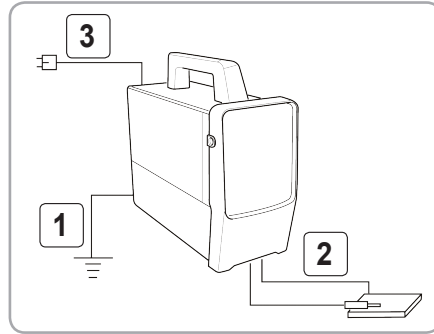

Fig.4
- În spatele mașinii există un șurub pentru legare la pământ, care este marcat corespunzător. Partea exterioară trebuie conectată corect printr-un cablu cu secțiune de 10 mm2 (fig.4 (1)).
- Asigurați-vă că port electrodul și cablul de legare la pământ (cablurile secundare) sunt bine conectate la fișele mobile, pentru a evita arderea acestora din urmă (fig.4 (2)).
- După ce ați introdus ștecherul în priză (fig.4 (3)), asigurați-vă că acestea au fost cuplate corect; în caz contrar acestea se vor supraîncălzi dacă se lucrează cu ele o perioadă mai lungă de timp și dacă valorile curentului sunt ridicate. Acest lucru este foarte important.